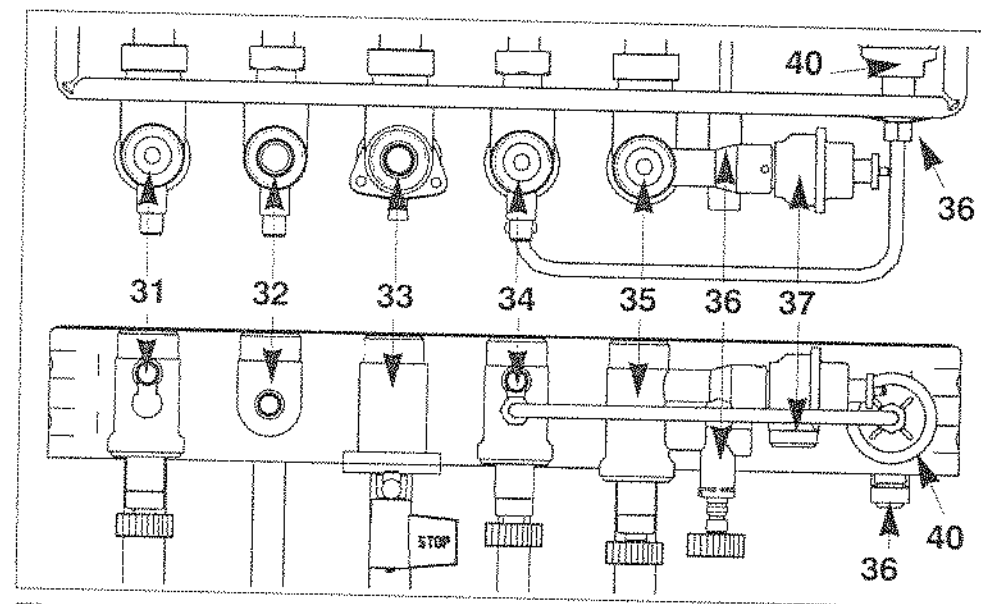

Fig. 22 - vues de dessus et de face
Traverse robinetterie (fig. 22)
3. Ouvrez l'arrivée du gaz en tournant le robinet gaz "33" (fig. 22, page 19), sur la position « 1 ».
- Coupez l'arrivée du gaz en tournant le robinet "33" (fig. 22, page 19), sur la position « STOP ».
Dans certains cas d'installation, il est possible qu'il se produise, après puisage d'eau chaude, un léger réchauffement de la canalisation (et éventuellement d'un radiateur). Pour l'éviter, il suffit de fermer le robinet départ chauffage "31" (fig. 22, page 19.)